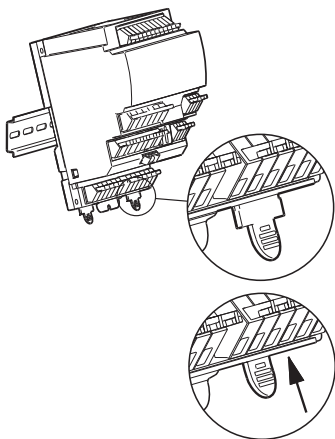

Fig. 5 Montering på DIN-skena.
2. Tryck in fästena (pos. 1) i modulen, såsom framgår av fig. 5.